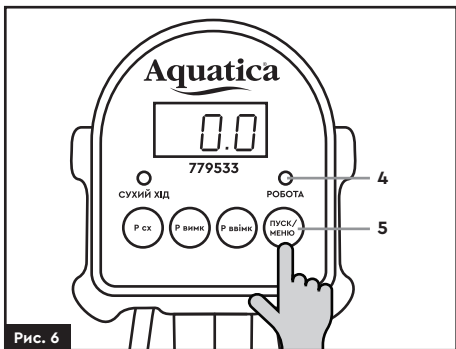

Рис. 6
2. Для зупинки насоса, та переходу до меню налаштувань, короткочасно натисніть кнопку «ПУСК/МЕНЮ» (5). При цьому буде постійно світитися зелений індикатор «РОБОТА» (4) (рис. 6).